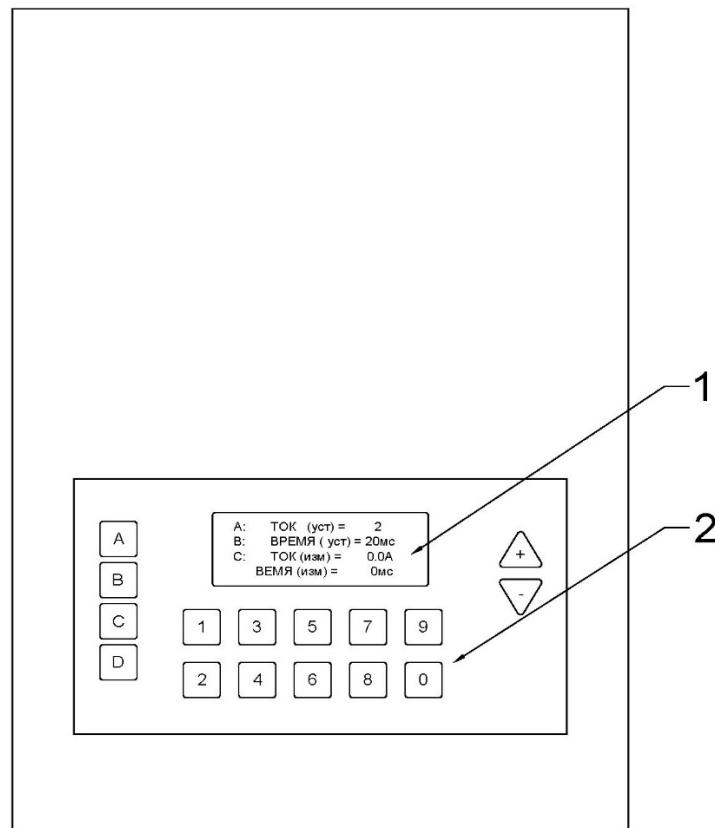

Рис. 3. Верхняя панель пульта управления СИНУС-Т 3600А
4.3.3. Верхняя панель пульта управления (СИНУС-Т 3600А) представлена на рис. 3. На ней расположены:
Внешний вид клавиатуры Комплекта представлен на рис. 3. Назначение клавиш клавиатуры приведено в таблице 1.